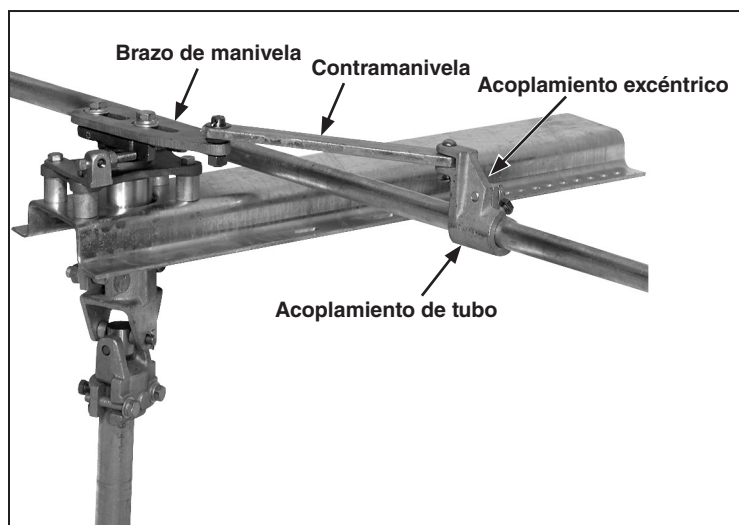

Figura 17. Conexión de la contramanivela al tubo de interconexión.
*Si se utilizan dos chumaceras externas en la configuración de doble cambio de dirección:* Instale la sección de tubo para conectar estos conjuntos de chumacera. Vea la Figura 17 en la página 15. Siga las instrucciones de “Instalación de los Acoplamientos de Tubo con Tornillos Perforantes de Sujeción”, que están en la página 13.